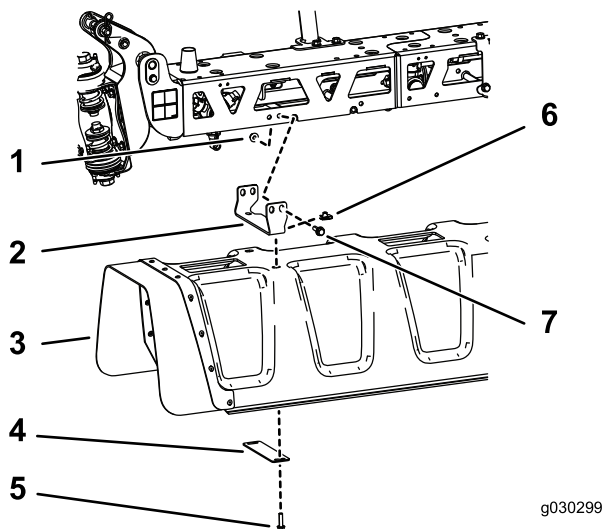

Figura 8
- Installate la copertura centrale sulla staffa, utilizzando 8 dadi a U, 4 rondelle piatte e 8 bulloni a testa esagonale (5/16" x 1/4") come mostrato nella Figura 8.
2. Installate le 4 staffe della barra centrale e le piastre di supporto della barra alla barra centrale utilizzando 4 bulloni a testa esagonale (3/8" x 1 1/4") e 4 dadi flangiati (3/8") come mostrato nella Figura 8.